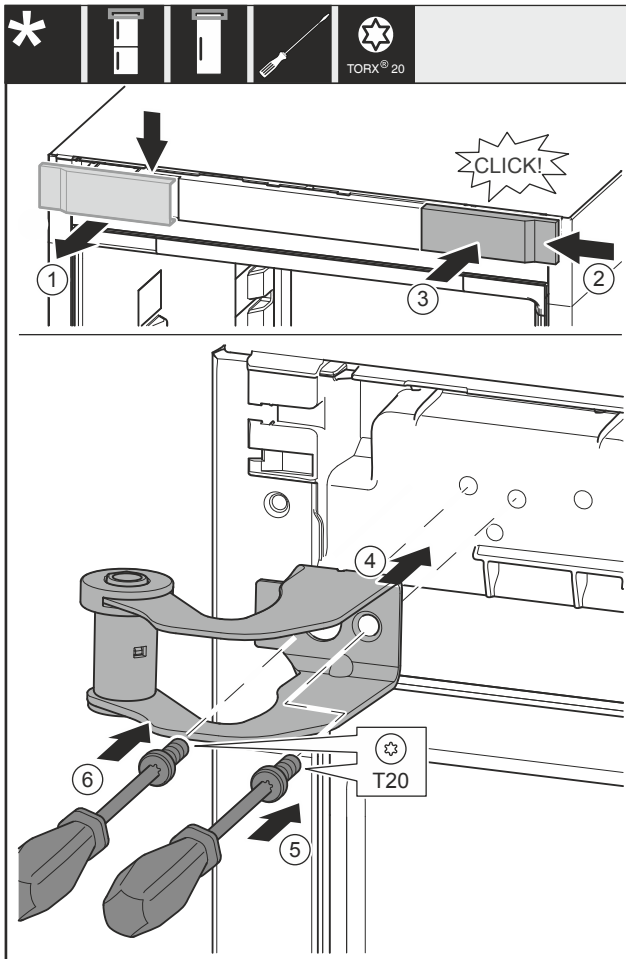

Fig. 36
- ▶ Abdeckung Fig. 36 (1) von oben nach vorne abnehmen.
- ▶ Abdeckung Fig. 36 (2) um 180° gedreht auf der anderen Seite von rechts einhängen.
- ▶ Abdeckung Fig. 36 (3) einrasten.
- ▶ Oberen Lagerbock Fig. 36 (4) ansetzen.
- ▶ Schraube Fig. 36 (5) festdrehen.
- ▶ Schraube Fig. 36 (6) festdrehen.